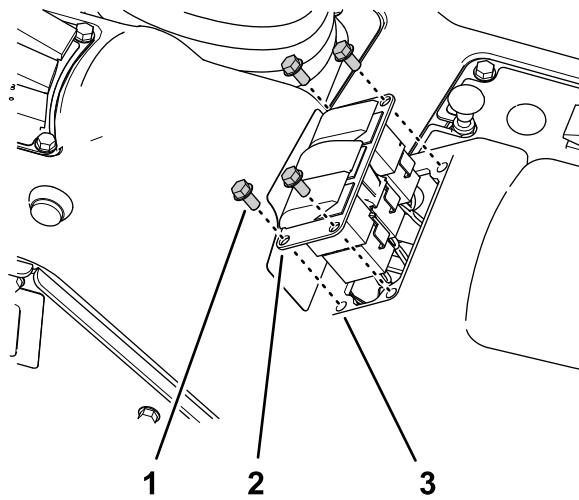

Bild 33
1. Entfernen Sie die vier Bundbolzen (1/4" x 1/2"), mit denen die 3-Schalterplatte an der Steuerkonsole befestigt ist (Bild 33).
3. Schließen Sie den 8-Buchsen-Stecker des Maschinenkabelbaums, der mit **Rate Switch** beschriftet ist, vom 8-Stift-Stecker des Schalters ab (Bild 33).
- Fluchten Sie die Schalterblende mit der Öffnung in der 3-Schalterplatte aus, von der Sie den Dosierungsschalter entfernt haben (Bild 33).
- Setzen Sie die Schalterblende in die 3-Schalterplatte ein, bis die Blende richtig in der Abdeckung einrastet (Bild 33).